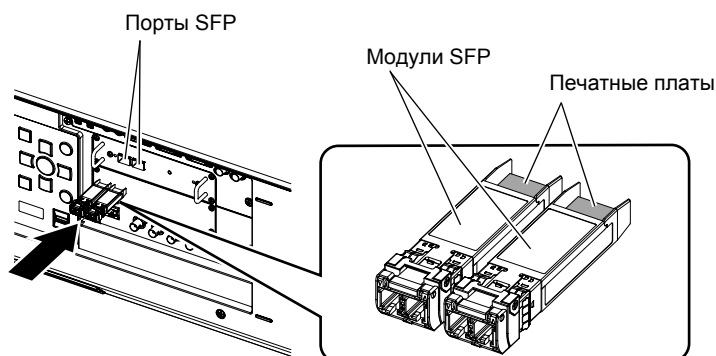

Рис. 1
- 2) **Установите модуль SFP в порт SFP. (Рис. 1)**